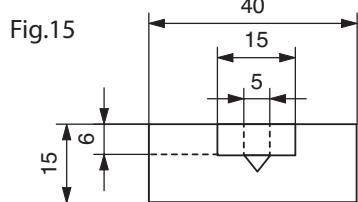

Fig.15
15. Taladrar un agujero de 6mm de profundidad y ø15 en el centro de la rueda de madera. Avellanar el centro de esta perforación para el tornillo (ver ilustración 15).